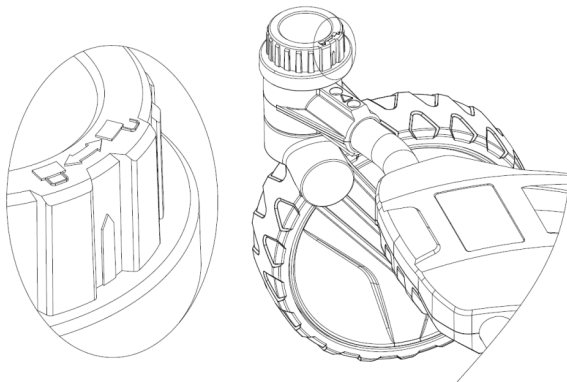

Рис. 15
7.5 Регулировка передних колёс (рис. 15)